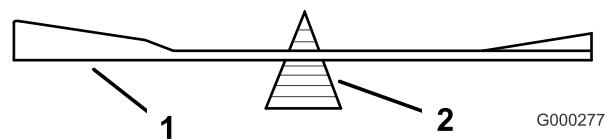
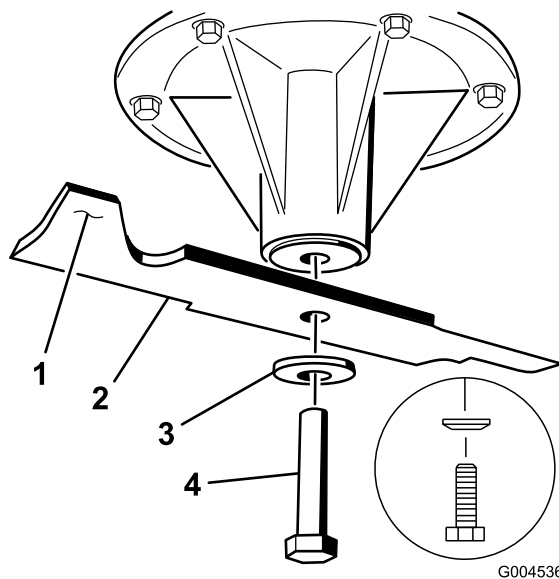

Figura 93
Figura 94
1. Instale la cuchilla en el eje (Figura 94).
2. Instale la arandela de muelle y el perno de la cuchilla. El cono de la arandela de muelle debe estar orientado hacia la cabeza del perno (Figura 94). Apriete el perno de la cuchilla a 115–149 Nm.
2. Verifique el equilibrio de la cuchilla colocándola sobre un equilibrador de cuchillas (Figura 93). Si la cuchilla se mantiene horizontal, está equilibrada y puede utilizarse. Si la cuchilla no está equilibrada, rebaje algo el metal en la parte de la vela solamente (Figura 94). Repita este procedimiento hasta que la cuchilla esté equilibrada.